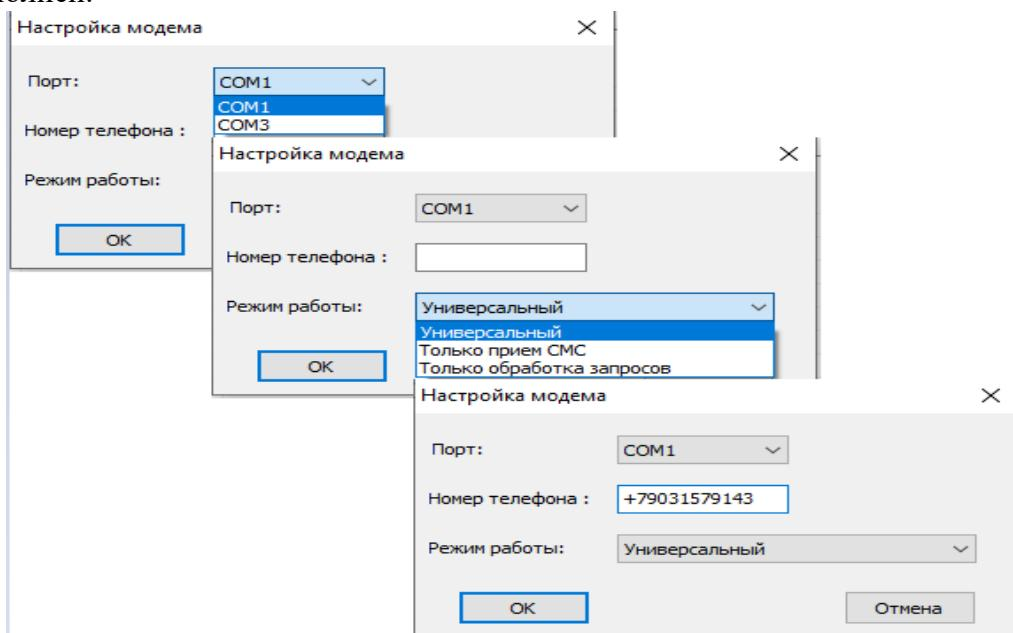

Рисунок 3. Окно настройки модема
- кнопка «Добавить» – вызов «Окна настройки модема», рисунок 3;
5.5 Для настройки нового модема вызвать «Окно настройки модема», рисунок 3., выбрать из выпадающего меню «Порт» и «Режим работы» параметры нового модема и указать в одноимённом поле номер телефона. Подтвердить новые параметры, кнопка «OK». В окне настройки сервера модемов появятся параметры нового модема или список модемов будет пополнен.